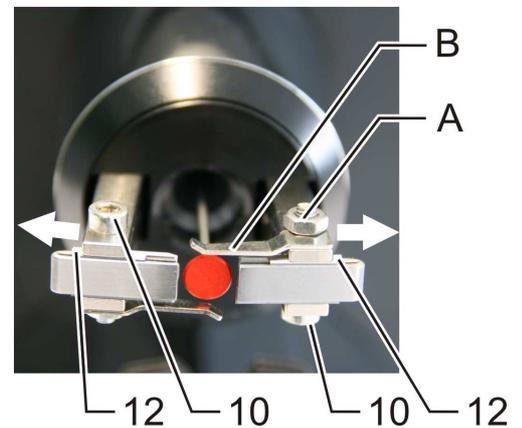
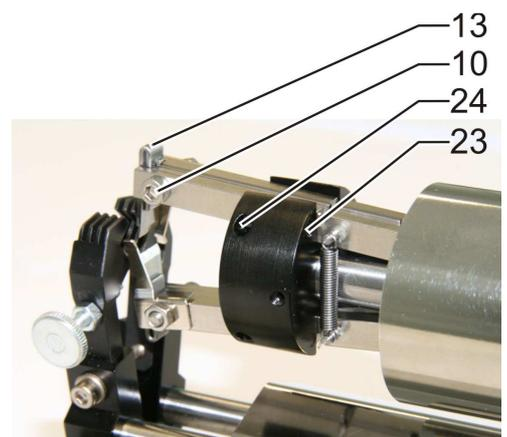

Figure 16. Déplacer les couteaux de dénudage vers l'extérieur
Figure 17. Réglage des mâchoires de centrage avec l'excentrique
- Desserrez légèrement les écrous de serrage (A) des serre-câble (B) (Figure 16 et Figure 17).
- Desserrez légèrement les vis de fixation (10) et déplacez les couteaux de dénudage (12) du centre vers l'extérieur (Figure 16 et Figure 17).
- Desserrez les vis de fixation (23) des excentriques (24) pour que ceux-ci soient légèrement en tension et puissent néanmoins tourner.
- Tourner les deux excentriques (24) pour mettre les mâchoires de centrage (13) en position extérieure (Figure 17).
- Tourner les excentriques dans le sens antihoraire jusqu'à ce que les deux mâchoires de centrage (13) touchent légèrement le petit diamètre du manchon en laiton (30) (Figure 17, page 30 et Figure 22).
- Tournez la broche filetée (28) dans le sens antihoraire jusqu'à ce que les deux porte-couteaux (11) soient en position complètement ouverte.
- Serrez délicatement les deux vis de fixation (23) des excentriques (Figure 17, page 30).
- Contrôle : lorsque vous tournez la broche filetée, les deux mâchoires de centrage doivent toucher en même temps le petit diamètre du manchon en laiton (30).
- Bloquez le serre-câble (B) avec l'écrou (A) (Figure 16).